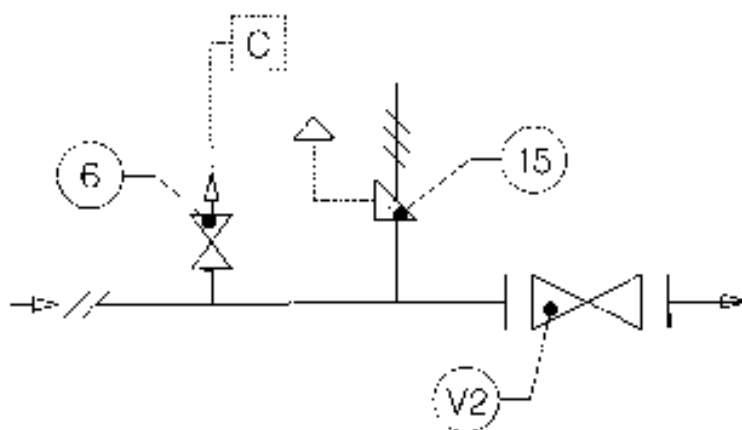

Fig. 4
2.1 INSTALLAZIONE DIRETTA SULLA LINEA (FIG. 4)
2.1 DIRECT INSTALLATION IN THE LINE (FIG. 4)